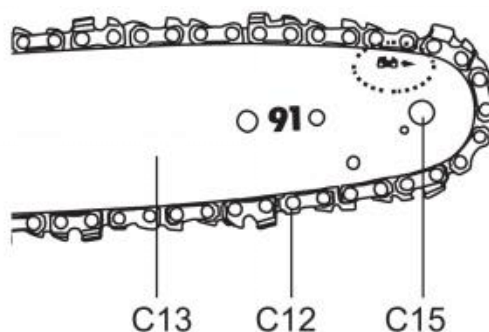

Fig. 11
7) Le mouvement de la chaîne de scie est indiqué par la flèche (Fig. 11). Assurez-vous que la chaîne de la scie (C12) est correctement placée sur la roue dentée (C15) du guide-chaîne (C13). (Fig. 11)